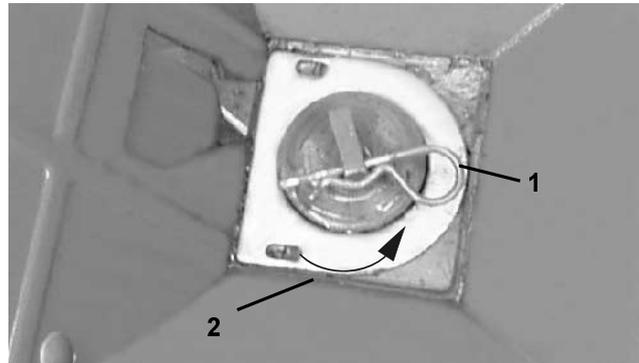

Fig. 41
- Rührkopfaufsatz (Fig. 41/2) abnehmen.
- Federstecker (Fig. 41/1) unbedingt entgegen der Drehrichtung (Fig. 41/2) montieren. (Abgebildet ist die in Fahrtrichtung gesehene rechte Maschinenseite).